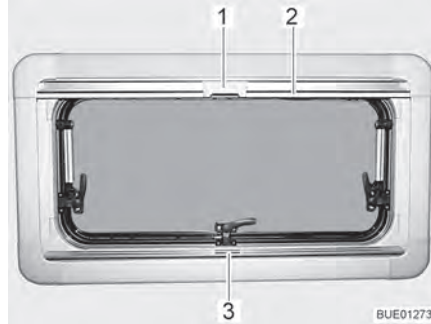
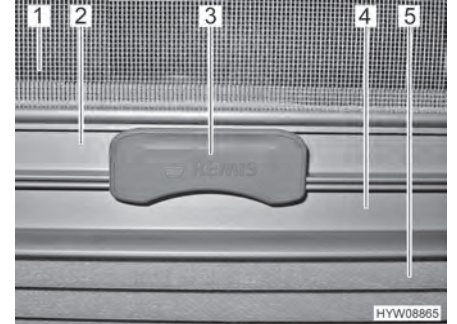

Fig. 44 Ventana abatible
Fig. 45 Cierre
El estor plegable (Fig. 45,5) se encuentra en la caja de la persiana inferior.
- Sujetar el estor plegable por el centro del agarradero (Fig. 44,3 y Fig. 45,4), tirar de abajo a arriba y soltarla a la altura deseada. El estor plegable se queda fijo a esta altura.
La mosquitera enrollable (Fig. 45,1) se encuentra en la caja de la persiana superior.
- Tirar del agarradero de la mosquitera enrollable (Fig. 44,2 y Fig. 45,2) hacia abajo hasta que choque con el agarradero del estor plegable (Fig. 45,4).
- Bloquear el cierre (Fig. 44,1 y Fig. 45,3) de la mosquitera enrollable con el agarradero del estor plegable. Si el cierre está bloqueado, el estor plegable y la mosquitera enrollable podrán ser ajustados juntos.
- Presionar la parte superior del cierre (Fig. 45,3) de la mosquitera enrollable.
- Regresar la mosquitera enrollable lentamente en el agarradero (Fig. 44,2).